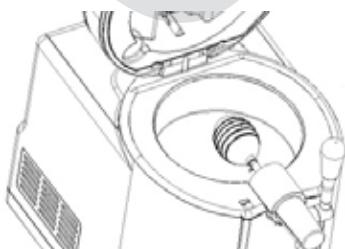

afb. 11
13. Verbind de aanstekunit met de bierleiding, let er echter op dat de aanstekbuis aan de zijkant uit het apparaat steekt, zoals afgebeeld in afb.11.